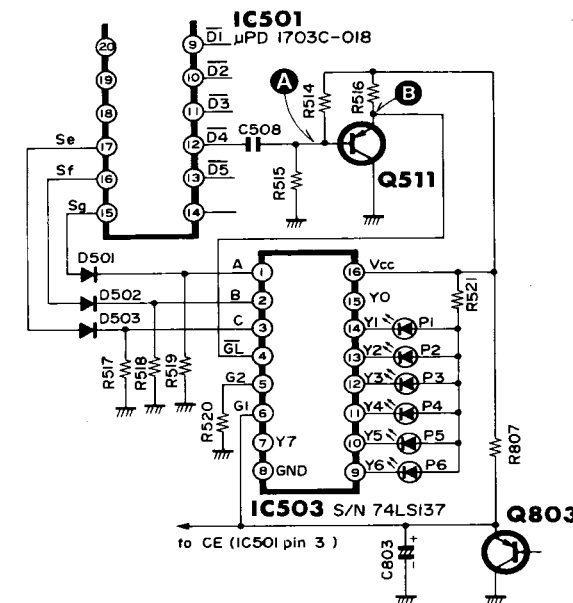

Fig. 7 Preset indicator lighting circuit
• Preset indicator lighting circuit (Fig. 7)
• Circuit d'éclairage du témoin de pré-régla (Fig. 7)